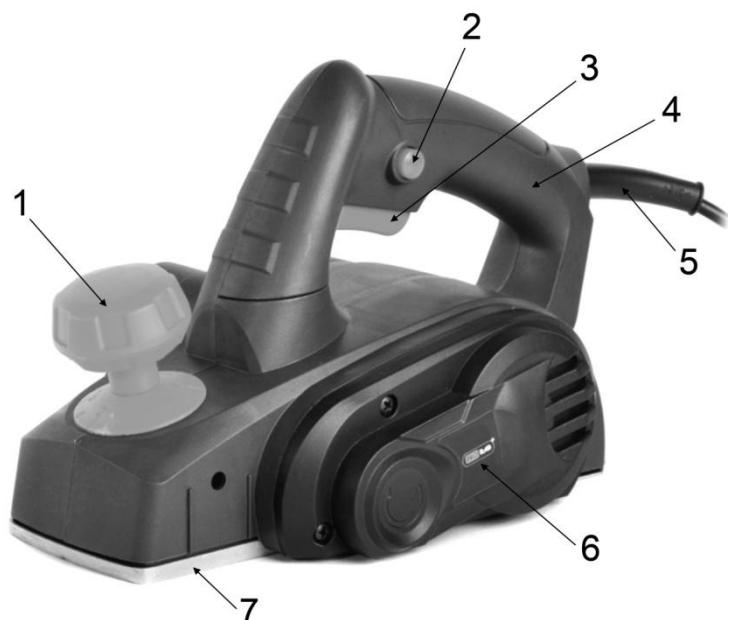

Рис. 1
- Для включения рубанка нажмите сначала кнопку (2)(См. Рис.1,2) блокировки случайного включения, а затем пусковую клавишу (4)(См. Рис.1,2). После того, как пусковая клавиша будет нажата, кнопку блокировки удерживать необязательно.
- Для выключения рубанка отпустите пусковую клавишу (3)(См. Рис.1,2).
- Глубина строгания регулируется поворотом рукоятки (1)(См. Рис.1).
- Установите регулятор глубины строгания (1)(См. Рис.1) в положение «0».
- Открутите винты крепления кожуха приводного ремня (7)(См. Рис.1).